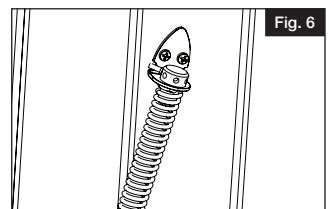

Fig. 6
- d. Allow the tension barrel to return back towards the post, which will have the tension pin resting up against the fence locking it in place (Fig. 6).
- Laisser le barillet de tension revenir vers le poteau ; la goupille de tension reposera alors contre le guide, ce qui la bloquera en place (Fig. 6).
- Deje que el barril de tensión regrese hacia el poste, lo que hará que el pasador de tensión se apoye en la valla, bloqueándolo en su lugar (Fig. 6).